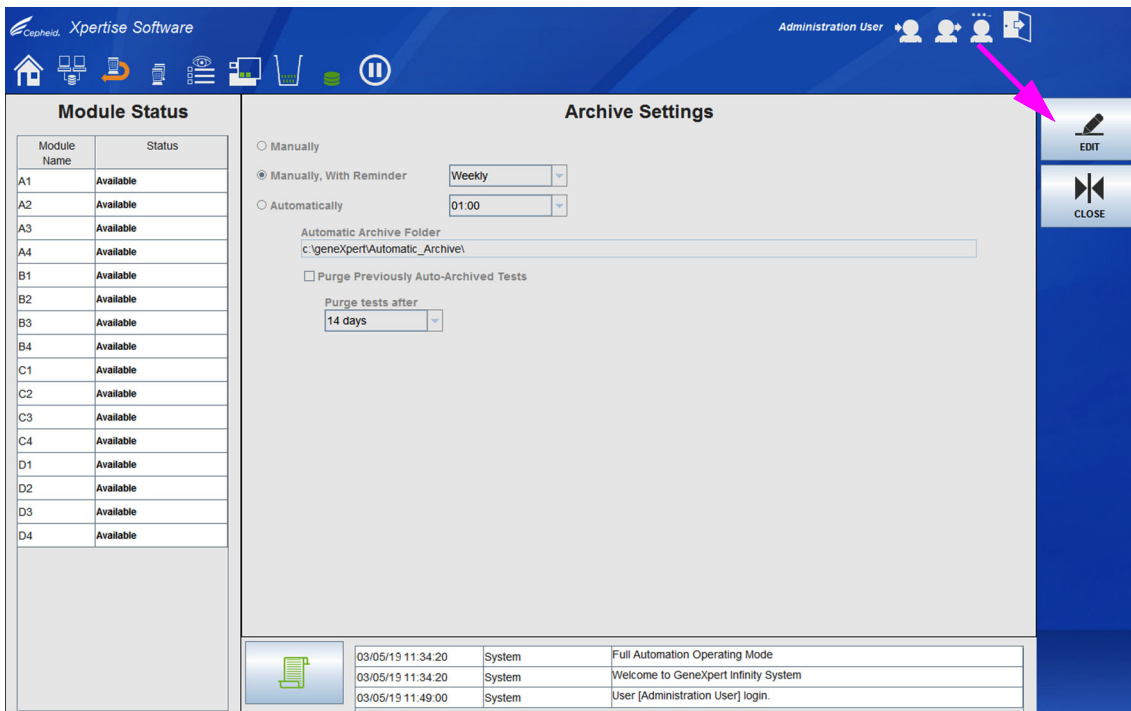
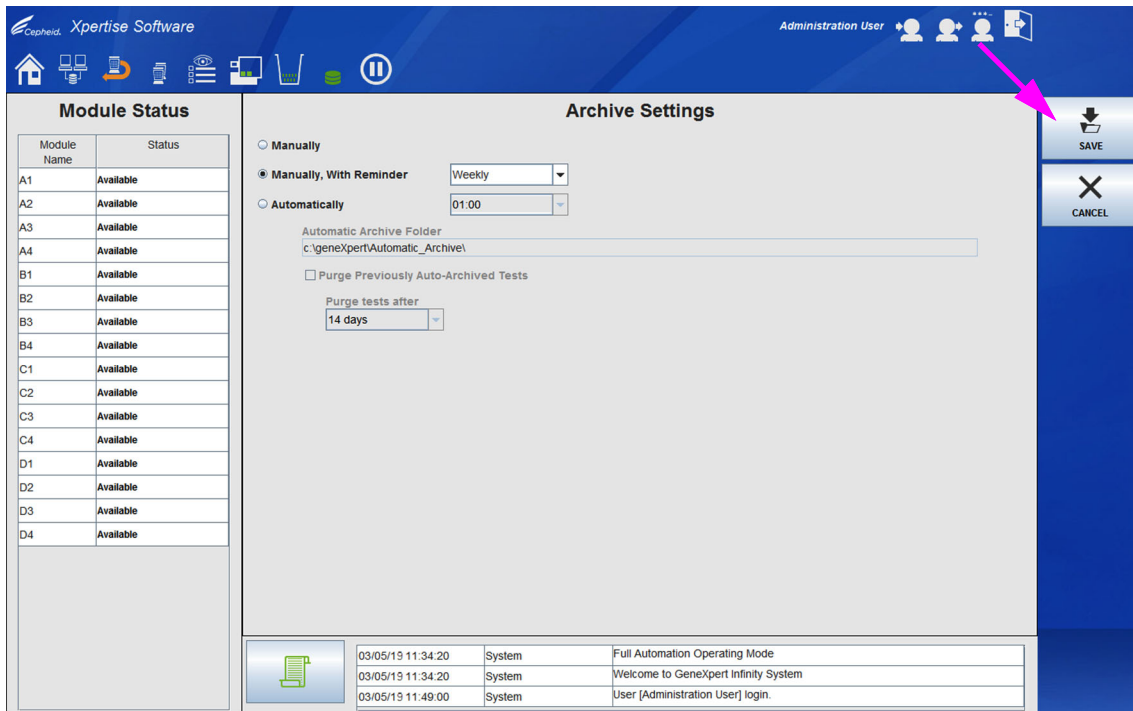

图 2-28. 存档设置 (Archive Settings) 工作区
图 2-29. 激活的存档设置 (Archive Settings) 工作区
3. 在存档设置 (Archive Settings) 工作区，选择**编辑 (EDIT)** 按钮（参见图 2-28）。此时，存档设置 (Archive Settings) 工作区已激活并且可以进行编辑，如图 2-29 中所示。
5. 在完成存档设置 (Archive Settings) 工作区的所有项目后，选择**保存 (SAVE)** 按钮以保存更改（参见图 2-29）或选择**取消 (CANCEL)** 按钮以取消更改。